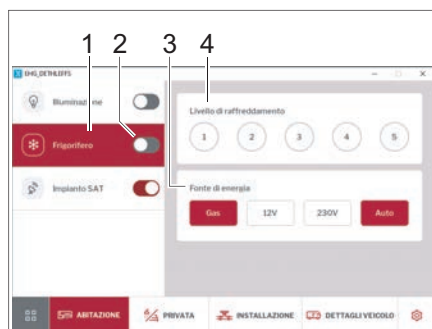

Fig. 257 Frigorifero
- Accendere o spegnere il frigorifero con l'interruttore a scorrimento (Fig. 257,2).
- Digitare il pulsante *Frigorifero* (Fig. 257,1).
Sul pannello di comando si possono impostare lo stadio di raffreddamento (Fig. 257,4) e la fonte di energia (Fig. 257,3).